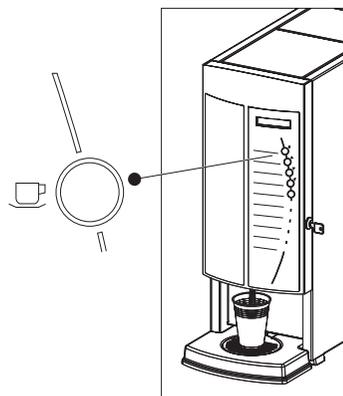

Fig. 29
1. Placer une tasse vide sous la sortie de distribution (fig. 29).